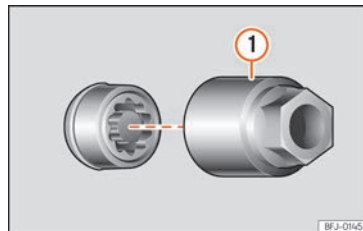

Abb. 34 Diebstahlhemmende Radschraube mit Abdeckkappe und Adapter
- Schieben Sie den Spezialadapter » **Abb. 34** ① (Bordwerkzeug » Seite 43) bis zum Anschlag in die diebstahlhemmende Radschraube.